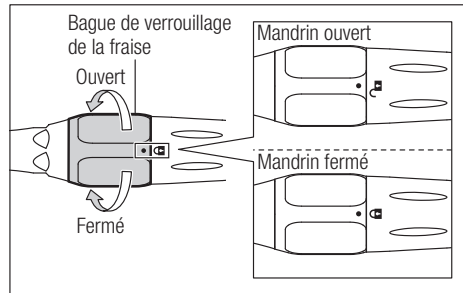

Fig. 2
- 1) Tournez la bague de verrouillage de la fraise en direction du pictogramme “” jusqu'à ce qu'un clic se fasse entendre. (Fig. 2)
- 2) Tournez la bague de verrouillage de la fraise en position OPEN. (Fig. 2)